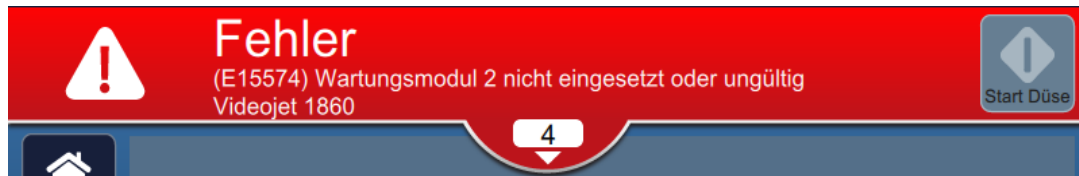

Abbildung 8-6: Fehlerauswahl
1. Berühren Sie  in der Statusleiste, um eine Liste der nicht gelöschten Fehler anzuzeigen (Abbildung 8-6).